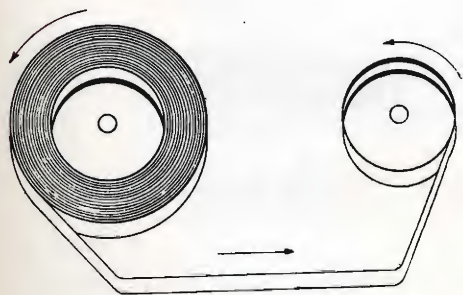

Fig. 3.
- 6) Predisporre affiancate la bobina piena a sinistra e quella vuota a destra (v. fig. 3), quindi, introdurre in questa l'estremità libera del nastro magnetico.